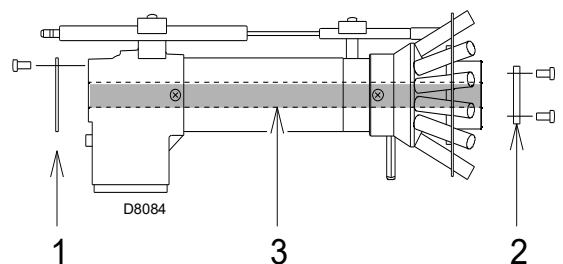

Fig. 19
► enlever le tube intérieur 3)(Fig. 19) et installer les disques 1) -2) fournis avec l'équipement.